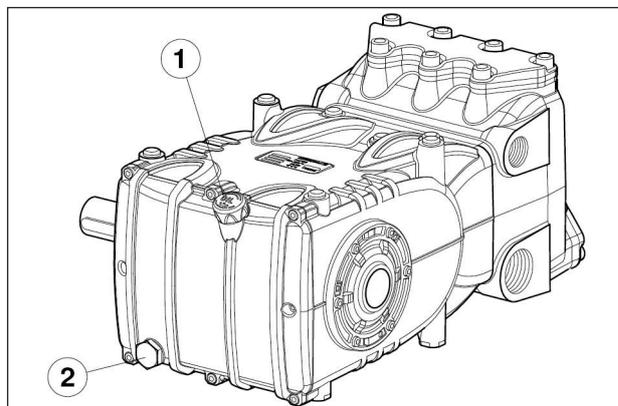

Рис. 3
Проверьте уровень масла и, при необходимости, долейте с помощью маслоизмерительного щупа, поз. ①, Рис. 3. Правильная проверка уровня масла выполняется на насосе при комнатной температуре, а замена масла должна производиться на насосе при рабочей температуре путем извлечения маслоизмерительного щупа поз. ①, а затем пробки, поз. ②, Рис. 3. Масло необходимо проверять и заменять, как указано в таблице в разделе 11. Необходимое количество составляет ~3,8 литра.
Подготовьте систему таким образом, чтобы ни при каких условиях во время работы насоса температура масла не превышала **110°C (230°F)**. Пользуйтесь температурным датчиком, вставляемым в маслосливную пробку, поз. (2), рис. 3. См. руководство "ВЗРЫВОЗАЩИТА АТЕХ". **ВНИМАНИЕ!** Используйте масло с температурой воспламеняемости выше 200 °C.